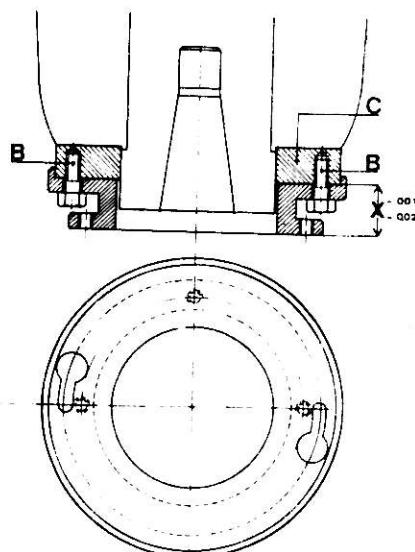

Fig. 5
- 4 - Togliere la testa dal mandrino e montare sulla flangia C, mediante due o piu' viti B, l'anello di fissaggio IL CUI SPESSORE DEVE ESSERE PIU' SCARSO DELLA QUOTA X DI 0,02 MM . (Fig. 5)